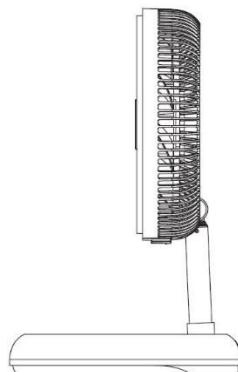

图 3
- 将风扇角度调至垂直 180° 后，伸缩杆角度会自动锁紧 (如图 3)。